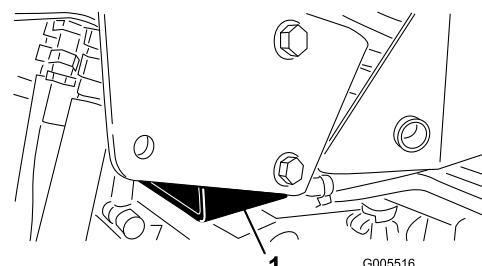

Bild 34
- Rechte Seite: Unter der Stützhalterung des Überrollschutzes (Bild 34)